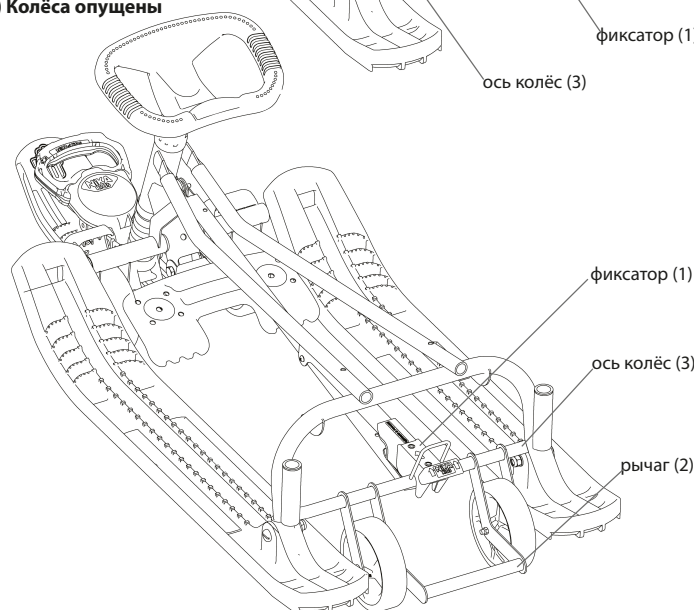

Рис. 2 Механизм выдвигающих колёс
4.6.1. Для перемещения по твёрдому покрытию необходимо опустить колёса, закреплённые на каркасе. Для этого носком ноги поднимите фиксатор (1) (см. рис. 2 а) колёса опустятся, затем нажав на рычаг (2), доведите колёса до фиксированного положения. Паз на фиксаторе при этом должен зацепиться за ось колёс (3).
- ногой поднять фиксатор (1), снегокат опустится (см. рис. 2 б);
- носком ноги поднять рычаг (2) до фиксированного положения.